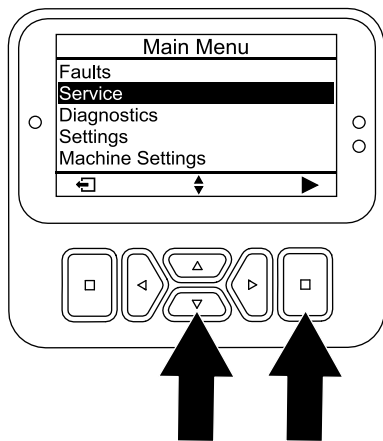

図 166
5. サービスオプションが選択されるまで下ボタンを押し、次に選択ボタンを押す (図 166)。